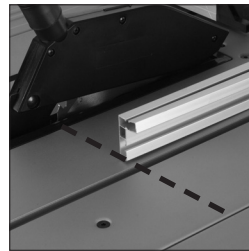

Fig. 30
N.B.: Wij adviseren de schulpgeleider normaal zodanig af te stellen dat de achterkant van de voorplaatgeleider 'in lijn' is met de achterkant van het blad waar het uit de tafel komt. (**Fig. 30**)